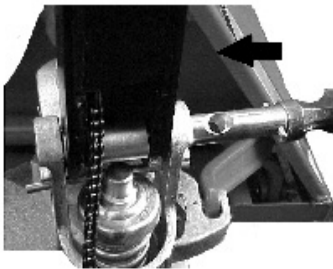

Figure 2
2. Insérez la barre extensible dans le piston de pompe. Utilisez un marteau pour insérer l'axe avec le trou dans la pompe hydraulique et la barre extensible (voir la Figure 2).